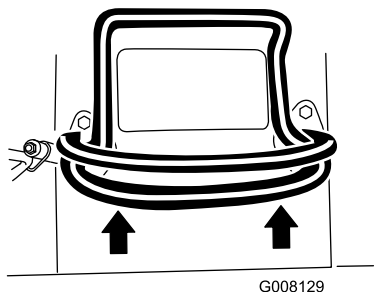

Рисунок 7
- Для того, чтобы начать движение вперед, переместите ручку управления тягой вперед (Рисунок 7).